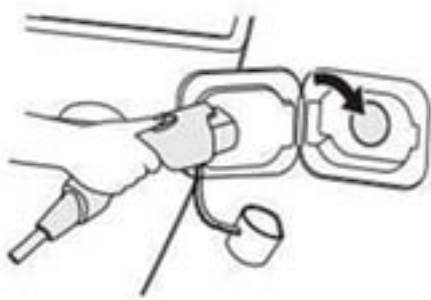

Abb. 3-6 Ladekabel zum Anschluss an ein Elektroauto
- ◆ Wie in Abb. 3-6 gezeigt, stecken Sie den Ladestecker ein, die Ladestationsanzeige leuchtet grün, verwenden Sie die Ladekarte, um den Ladevorgang zu starten, wenn die Ladeanzeige blinkt, bedeutet dies, dass der Ladevorgang begonnen hat;